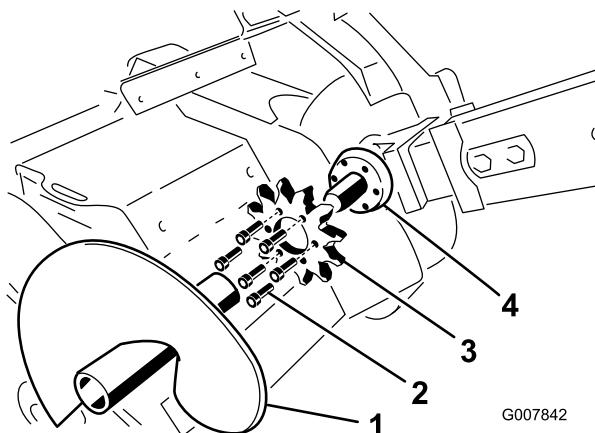

Figura 65
4. Retire el sinfín (Figura 65).
9. Retire los 6 pernos que fijan el piñón de arrastre (Figura 65).
10. Retire y deseche el piñón de arrastre (Figura 65).
11. Limpie la superficie de montaje del piñón en la zanjadora (Figura 65).
12. Deslice el nuevo piñón sobre el eje (Figura 65).
13. Enrosque los 6 pernos que fijan el piñón de arrastre con la presión de los dedos solamente (Figura 65).